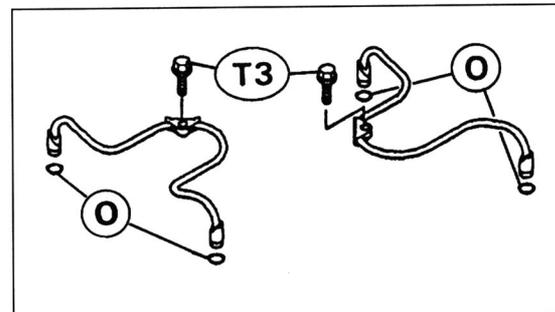

Bild 196
- Ölleitungen mit neuen O-Ringen anbringen (Bild 196).